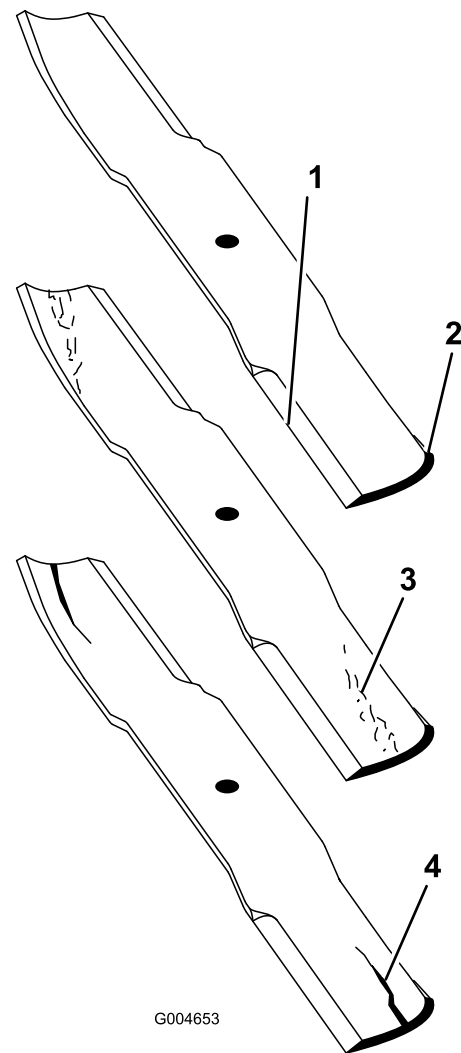

Figure 19
1. Examinez le tranchant des lames (Figure 19). Si les lames ne sont pas tranchantes ou si elles présentent des indentations, déposez-les et aiguisiez-les (voir Aiguisage des lames).
2. Inspectez les lames, surtout la partie relevée (Figure 19). Remplacez immédiatement toute lame endommagée, usée ou qui présente une entaille (Figure 19).